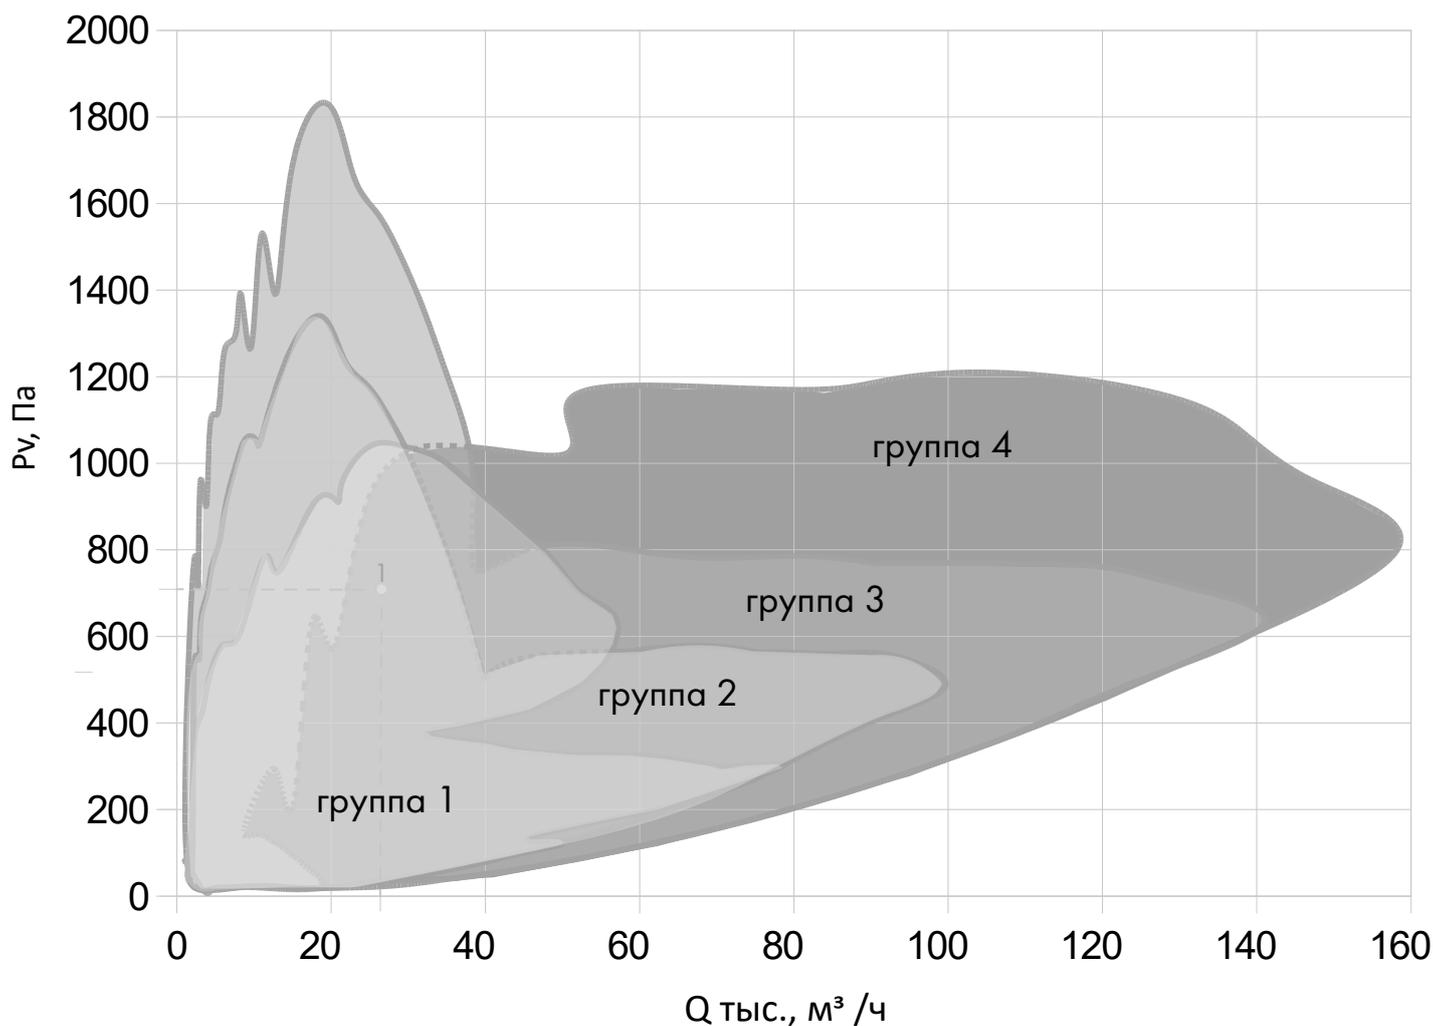

РИС. 4 СВОДНЫЙ ГРАФИК 4 ГРУПП ОСЕВЫХ ВЕНТИЛЯТОРОВ СЕРИИ VO
На рис. 4 представлен общий график всех 4 групп осевых вентиляторов серии VO. При включении заданной точки в несколько групп рекомендуется начинать подбор в порядке возрастания (от 1-ой к 4-ой).
1. Для подбора обратимся к рис. 4 «Общий график 4 групп осевых вентиляторов серии VO». Находим на графике требуемую рабочую точку (1) и видим, что точка попадает во все 4 группы вентиляторов. Рекомендуется начать подбор с группы 1.